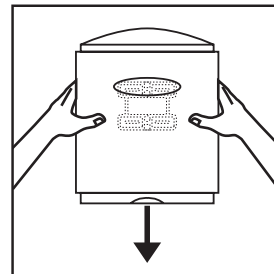

Fig. 4
3. Placer l'arrière de la boîte distributrice sur le support et pousser fermement vers le bas pour la fixer. **Voir fig. 4.**